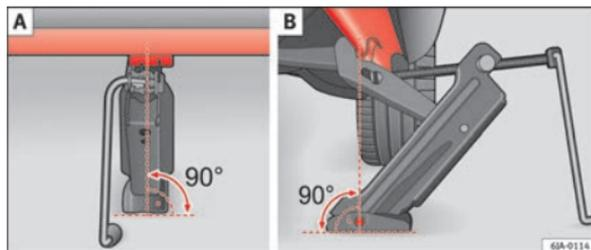

Abb. 140 Wagenheber anbringen
- Richten Sie den Wagenheber so aus, dass seine Klaue den Steg des Unterholms ⇒ Abb. 140 - B unter der Einprägung des Unterholms umfasst.
- Achten Sie darauf, dass die Grundplatte des Wagenhebers plan auf dem Boden aufliegt und vertikal ⇒ Abb. 140 zu dem Punkt ausgerichtet ist, an dem die Klaue den Steg des Unterholms umfasst.